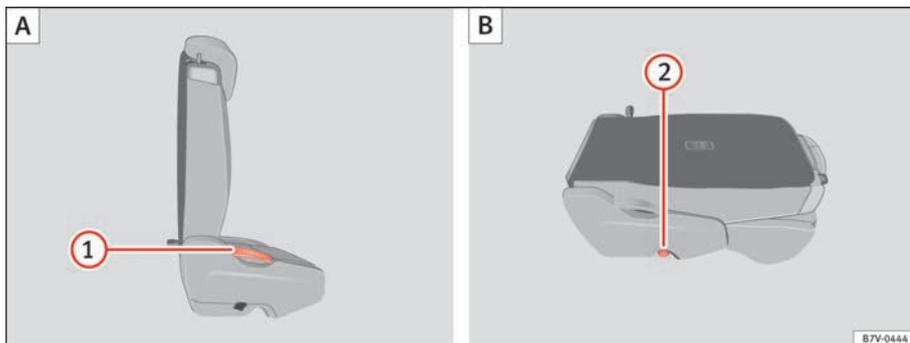

Abb. 95 Zweite Sitzreihe: Rücksitz vorklappen **(A)**,
- Hebel ⇒ Seite 152, Abb. 95 (1) nach oben ziehen und Rücksitzlehne nach vorn klappen. Der komplette Rücksitz klappt nach vorn ⇒ ⚠.
- Die nach vorn geklappte Rücksitzlehne herunterdrücken, bis die Rücksitzlehne in der Ladebodenposition eingerastet ist ⇒ Seite 152, Abb. 95 (B).
- Hebel ⇒ Seite 152, Abb. 95 ① nach oben ziehen und Rücksitzlehne nach oben in die aufrechte Position klappen. Der komplette Rücksitz klappt nach hinten.